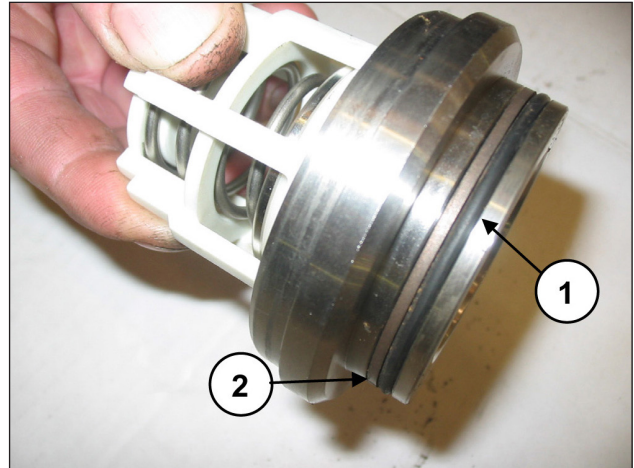

Abb. 96
Montieren Sie den O-Ring, Pos. 5 Explosionszeichnung (Pos. ①, Abb. 96) und den Stützring, Pos. 15 Explosionszeichnung (Pos. ②, Abb. 96) auf den Sitz des Druckventils.